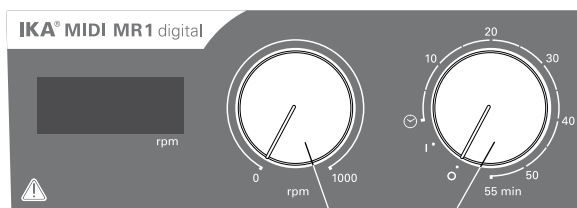

Fig. 3
- ☞ Seadme käivitamiseks keerake pöördenuppu „**Sisse/Välja**“ ja nupp „**Taimer**“ (**B**, vt Fig. 3) päripäeva asendisse „**1**“.
- ☞ Sisestage mootori pöörde arv reguleerimisnupuga „**Pöörde arv**“ (**C**, vt Fig. 3). Pöörde arv on seadistatav vahemikus 0 kuni 1000 rpm **MIDI MR 1 digital** i ja 0 kuni 600 rpm **MAXI MR1 digital** i jaoks.